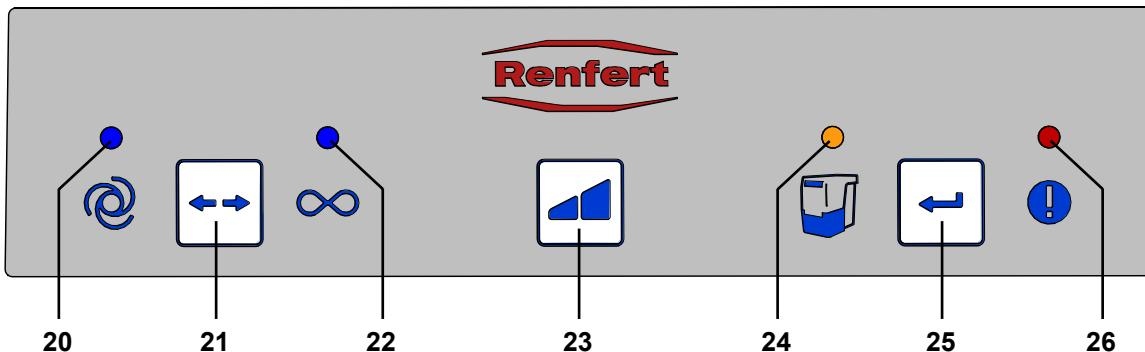

рис. 2
Эксплуатация вытяжки осуществляется с помощью кнопок на панели управления (рис. 2).
Если при настройке автоматического включения имеет место ошибка, то загорается сообщение об ошибке (26, рис.2) и звучит 3-кратный звуковой сигнал. Нажмите клавишу (25) и начните настройку заново.